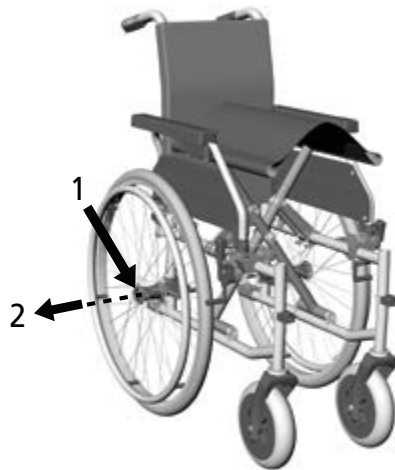

Abb. 15
1. Drücken Sie mit dem Daumen auf den Arretierknopf der Steckachse in der Mitte der Radnabe (1, Abb. 15).
3. Ziehen Sie das Antriebsrad zusammen mit der Steckachse aus der Achsaufnahme (2, Abb. 15).